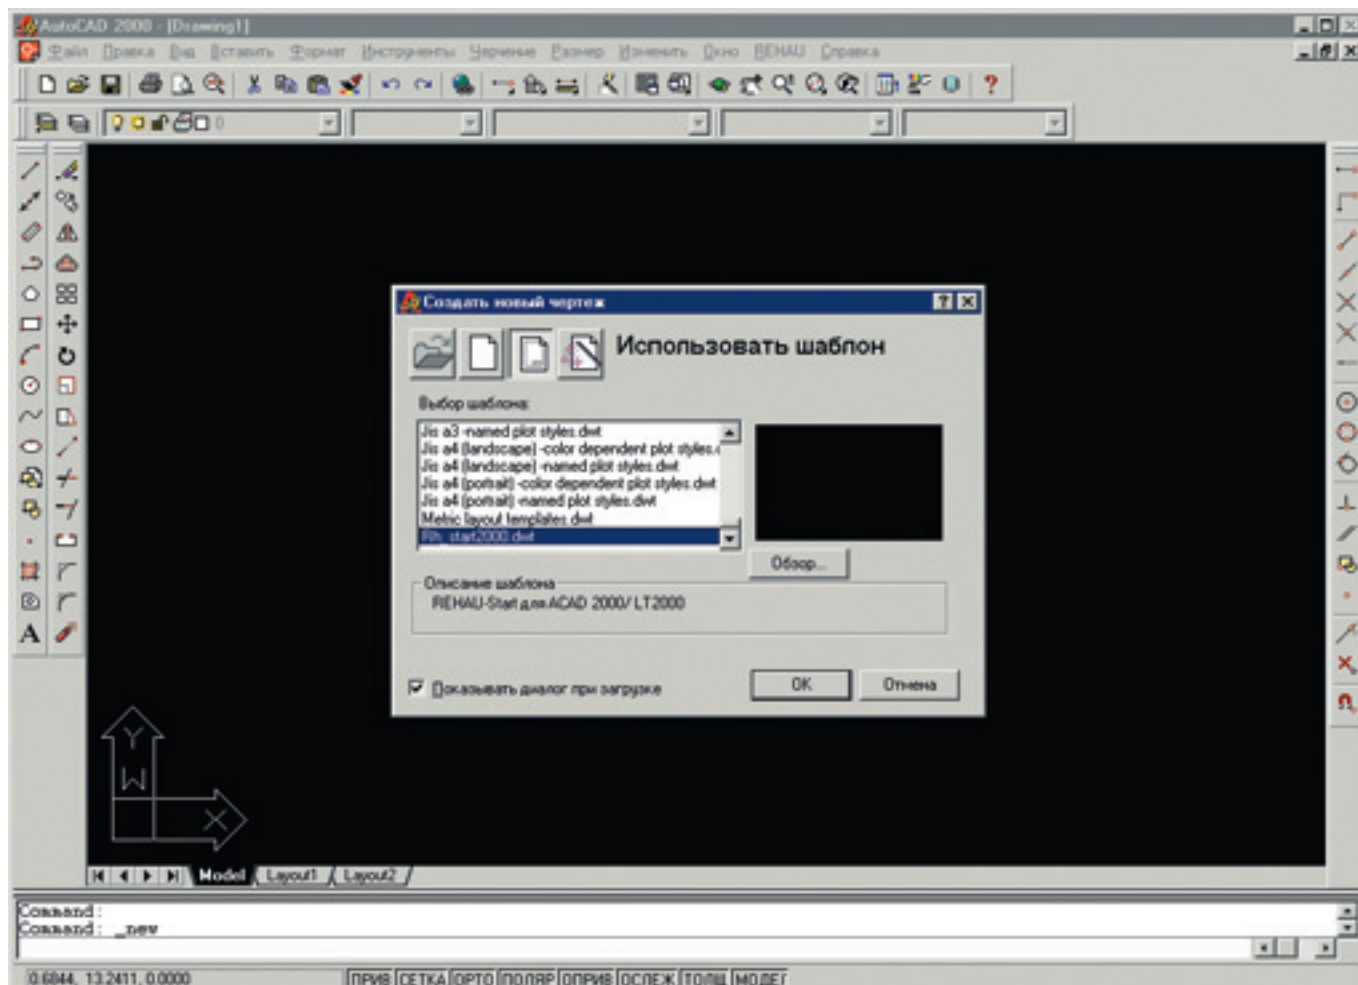

Рис. 5. Создание нового чертежа
- Рекомендуем также скопировать файл rh\_start2000.dwt из директории c:\acltwin\rh-hilfe\template в директорию c:\program files\acad\template. При старте AutoCAD выбрать опцию „Использовать шаблон“, а из списка файлов шаблонов - файл rh\_start2000.dwt (см. рис. 5).
Многие полезные предварительные настройки сделаны в файле rh\_start2000.dwt, поэтому целесообразно использовать данный файл в качестве шаблона при создании нового чертежа (см. Рис. 5). Установки – см. ниже.